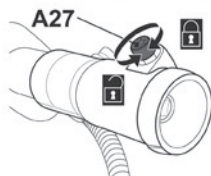

Fig. 2
- > Afloje y retire el perno de retención (A27) de la barra superior (A15) con la llave Torx de 5 mm (E9) (Fig. 2). Téngalo a mano.